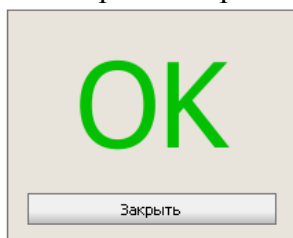

Рис. 3
- после появления зелёного сообщения «OK» (рис.3) нажмите кнопку «Заккрыть» и отключите кабель USB от радиостанции – он больше не понадобится;